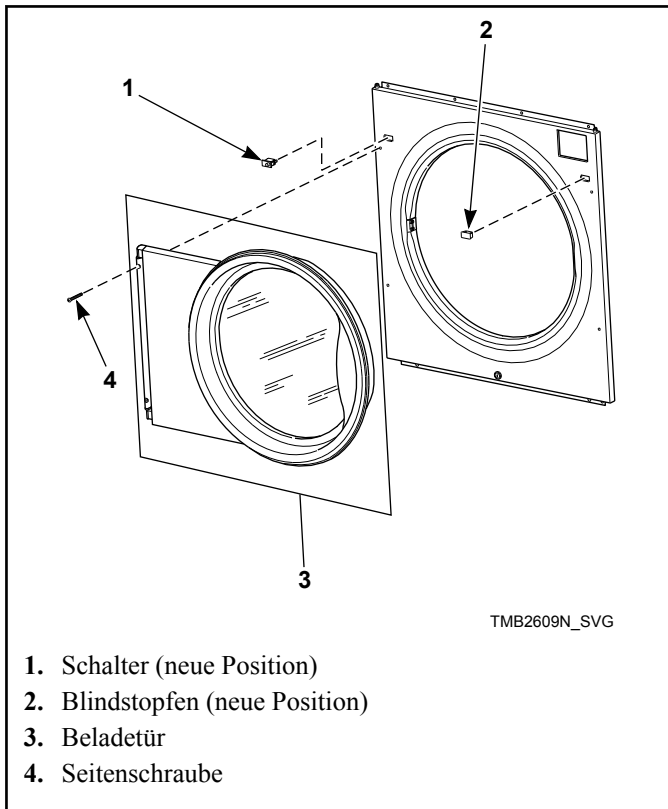

Abbildung 11
9. Das Bedienfeld an der Maschine anbringen und locker mit den vier unteren Schrauben befestigen. Den Türschalter-Kabelbaum mit dem Schalter an der neuen Position verbinden. Die Beladetür installieren und die vier Bedienfeld-Seitenschrauben locker anbringen. Siehe *Abbildung 11*.